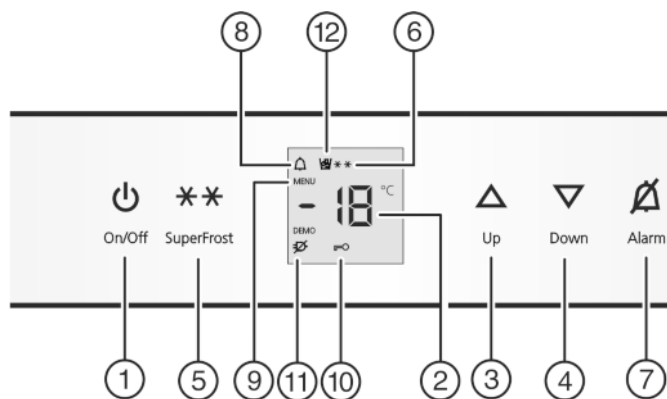

Fig. 2
- ▶ Stiskněte tlačítko On/Off *Fig. 2 (1)*.
- ▶ Aktivace režimu nastavování: Stiskněte tlačítko SuperFrost *Fig. 2 (5)* asi na 5 sekund.
- ▷ Symbol Menu *Fig. 2 (9)* svítí.
- ▶ Pro potvrzení krátce stiskněte tlačítko SuperFrost *Fig. 2 (5)*. Když se na ukazateli zobrazí **c!**:
- ▶ Pro zapnutí dětské pojistky krátce stiskněte tlačítko SuperFrost *Fig. 2 (5)*.
- ▷ Symbol dětské pojistky *Fig. 2 (10)* svítí. Na displeji bliká **c**. Když se na displeji zobrazí **c0**:
- ▶ Pro vypnutí dětské pojistky krátce stiskněte tlačítko SuperFrost *Fig. 2 (5)*.
- ▷ Symbol dětské pojistky *Fig. 2 (10)* zhasne. Na displeji bliká **c**.
- ▶ Ukončení režimu nastavení: Stiskněte tlačítko On/Off *Fig. 2 (1)*.
- ▶ Stiskněte tlačítko Alarm *Fig. 2 (7)*.
Současně bliká ukazatel teploty a symbol Alarm *Fig. 2 (8)*.
Výstražný bzučák se vypne automaticky, symbol Alarm *Fig. 2 (8)* se vypne a ukazatel teploty přestane blikat, když je teplota zase dostatečně nízká.
- ▶ Nastavení vyšší teploty: Stiskněte seřizovací tlačítko Up Fig. 2 (3).
- ▶ Nastavení nižší teploty: Stiskněte seřizovací tlačítko Down Fig. 2 (4).